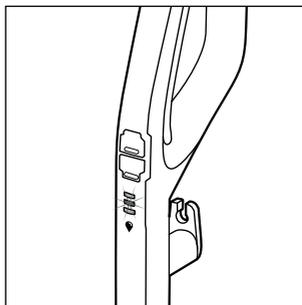

Rys. 13
- ◆ Aby włączyć urządzenie, naciśnij przełącznik twarda podłoga  14 (patrz rys. 13). Dioda LED przełącznika twarda podłoga  14 zaświeci się na niebiesko.
- ◆ W celu wyłączenia urządzenia naciśnij ponownie przełącznik twarda podłoga  14 (patrz rys. 13).